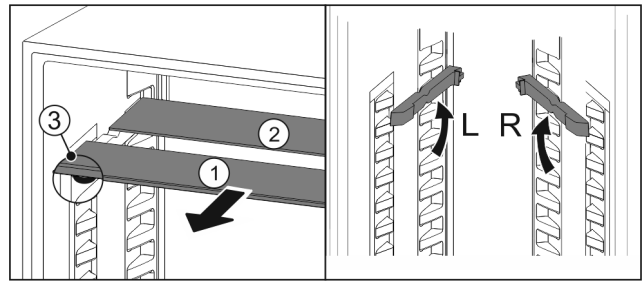

Fig. 99
- ▶ Retire las planchas de cristal individualmente hacia delante Fig. 99 (1).
- ▷ La placa de vidrio Fig. 99 (1) con moldura está situada delante.
- ▷ Los topes Fig. 99 (3) miran hacia abajo.